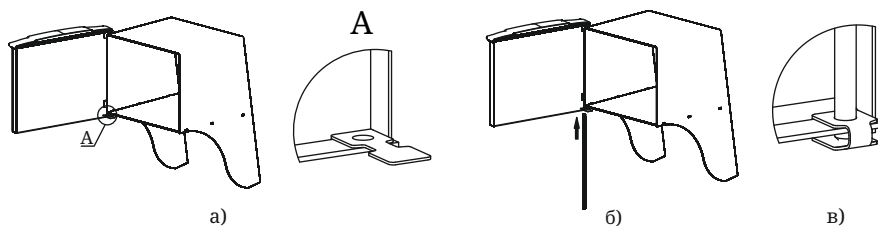

Рисунок 7. Установка дверцы при монтаже печи.
2. Установите дверцу на втулки топливного канала, совместив отверстия (рисунок 7.а);
3. Совместите отверстие упора с нижним отверстием каркаса, при этом упор должен располагаться внутри каркаса (рисунок 7.а);
3. Вставьте ось через отверстия снизу вверх (рисунок 7.б),
4. Подогните упор, фиксируя конец оси между площадками упора (рисунок 7.в).